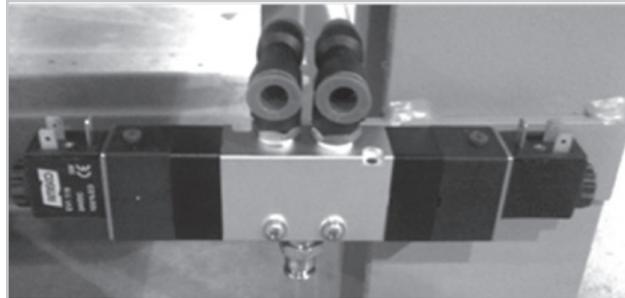

Figura 88
- Inspeccione todas las líneas de aire y las válvulas de solenoide para corroborar que no hay filtración de aire (figura 88).